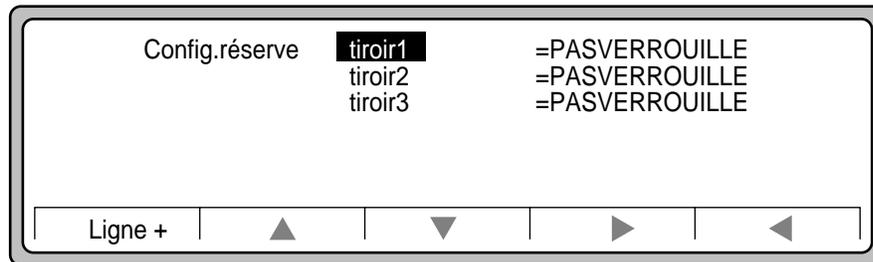

Figure 3-28 Config.réserve
- Utilisez les pointeurs ▲ ou ▼ pour choisir le bac à verrouiller (Figure 3-28).